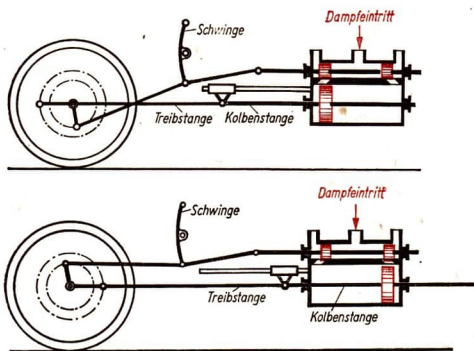

Abb. 75/1. Stellung der Dampfmaschine in den beiden Totpunktstellungen
5. Die Abbildung 75/1 zeigt die Dampfmaschine einer Lokomotive in den beiden Totpunktstellungen. Begründe, warum aus diesen Stellungen heraus die Räder nicht bewegt werden können. Warum kann die Lokomotive trotzdem stets anfahren?